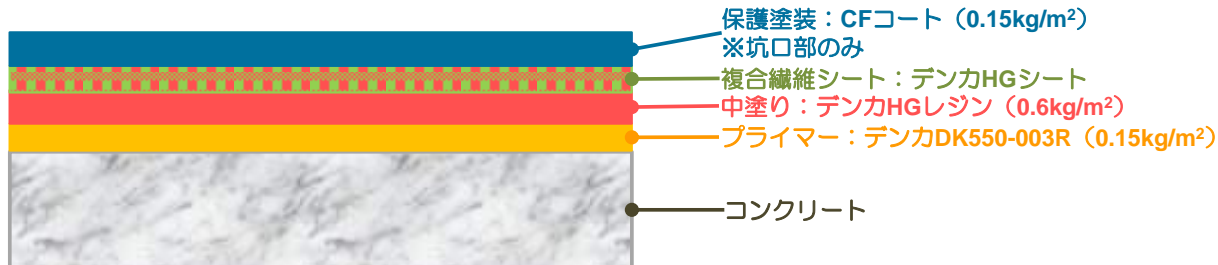

図 1-1 デンカ HG 工法トンネル仕様の施工概念図
- ・本施工要領書は、トンネル覆工コンクリート等のコンクリート片の省工程はく落対策を目的として行う「デンカ HG 工法トンネル仕様」に関するものである。本工法の施工概念図を図 1-1 に示す。